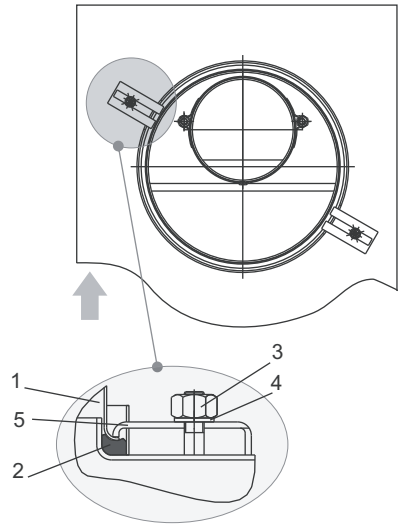

Рис. 4. Схема кріплення повітроходу
6.3. Монтаж апарата повинен виконуватись відповідно до вимог ДБН В.2.5-20-2001 "Газопостачання", а також відповідно до таблиці 3, у такій послідовності: рис. 4, 5, 6, 7.
6.3.9. Встановити апарат кронштейнами (п. 4, рис. 2) на шпильки кріплення (п. 6, рис. 2), з'єднавши при цьому патрубок димоходу з фіксованим патрубком газоходу зовнішнього. Патрубок повітряходу (п. 1, рис. 2) розмістити в кільцевому пазу апарата на прокладку (базальтовий шнур). Виставити вертикально апарат і закріпити його гайками (п. 9, рис. 2), забезпечуючи при цьому щільний і герметичний притиск апарата до повітроводу. Встановити прижими та закріпити ними повітрохід у пазу апарата (рис. 4).